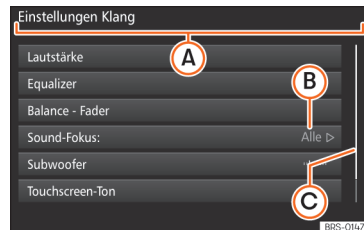

Abb. 178 Anzeige einiger der Funktionsflächen auf dem Bildschirm.
Sie starten Funktionen oder öffnen weitere Untermenüs. In den Untermenüs wird in der Titelzeile das aktuell gewählte Menü angezeigt » **Abb. 178 (A)**.